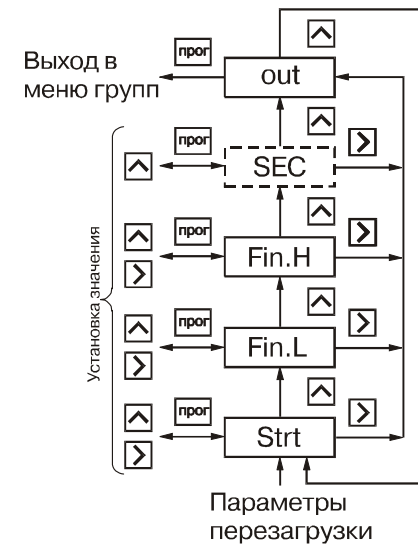

Рис. 24
6.1.7. Группа "GrouP\_b" (рис. 24) содержит параметры **Fin.L**, **Fin.H**, задающие границы счета и значение **Strt** загружаемое в счетчик импульсов при достижении этих границ. Положение десятичной точки в этих параметрах определяется её положением в параметре **F**. Установите нужное значение параметров **Fin.L**, **Fin.H** и **Strt**.